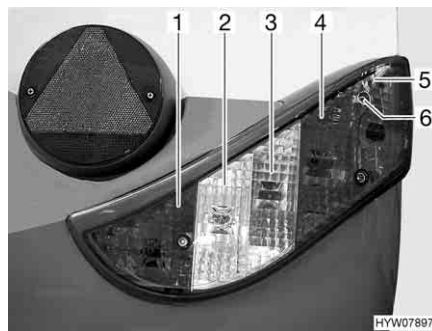

Fig. 160 Luci posteriori (lato anteriore)
- Svitare le tre viti ad esagono cavo (Fig. 160,6).